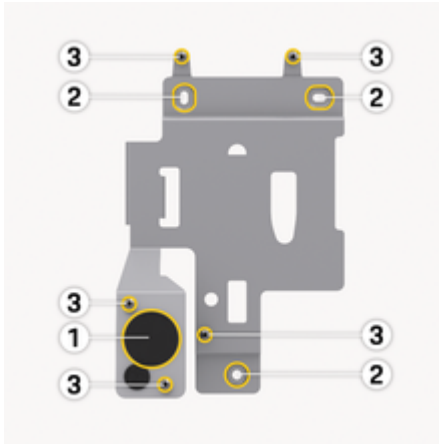

Abb. 3: Montageplatte
- **Kabel von unten:** Kabel direkt zu dem dafür vorgesehenen Gehäusedurchbruch führen 1 ▶ (Abb. 3).
- **Kabel von hinten:** Kabelaustritt aus der Wand auf Höhe der Befestigung links unten 1 ▶ (Abb. 3) platzieren.
1. Befestigungslöcher gemäß der Bohrschablone an der Wand anzeichnen **2** ▷ (Abb. 3).
4. Montageplatte mit Schrauben fixieren **2** ▷ (Abb. 3).
7. Infrastrukturkabel durch die Kabeldurchführung ziehen **1** ▷ (Abb. 3).
Für die Installation des Ethernet-Kabels die Kabeldurchführung (KEL-DP 20/4-1) von außen nach innen an den vorbereiteten Gehäusedurchbruch (linkes Loch unter **1** ▷ (Abb. 3)) montieren, um die Dichtigkeit sicher zu stellen.
10. Wallbox mit fünf Befestigungsschrauben **3** ▷ (Abb. 3) an der Montageplatte fixieren.